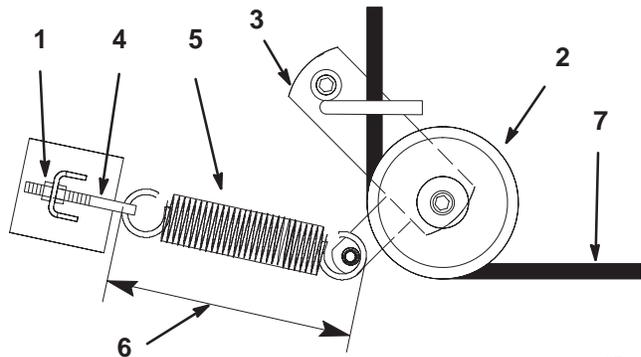

Bild 66
3. Lockern Sie die äußere Mutter an der Feder-Augenschraube (Bild 66).
5. Entfernen Sie die federgespannte Spannscheibe (Bild 66).
6. Führen Sie den neuen Riemen durch den Spannarm (Bild 66).
8. Ziehen Sie die äußere Mutter an der Feder-Augenschraube an (Bild 66).
Hinweis: Prüfen Sie die Federlänge. Die eingebaute Feder sollte $238 \pm 0,3$ mm lang sein. Nehmen Sie bei Bedarf die notwendige Einstellung vor (Bild 66).